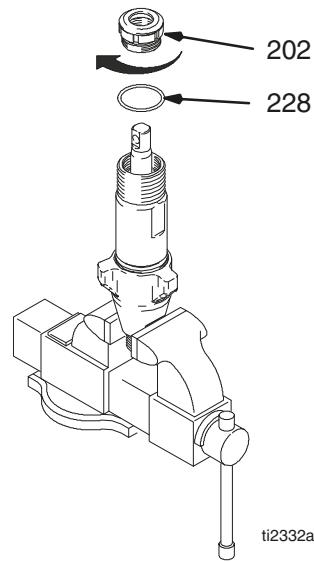

Fig. 20
Fig. 20. Aperte o vedante e a porca do vedante (202) no espaçador de ajustagem (228) com um momento de aperto de 140 ± 10 pol-kg (100 +/-10 pol-kg no caso do 244197, 244224, 244201, 245904).